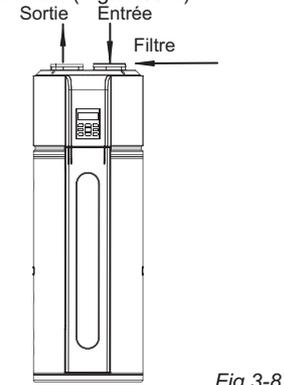

Fig.3-8
- 5) Installation du filtre à l'entrée de l'unité principale. Dans le cas de raccordement aux conduits de toile, un filtre doit y être placé à l'entrée d'air du conduit. (Fig.3-8/3-9)